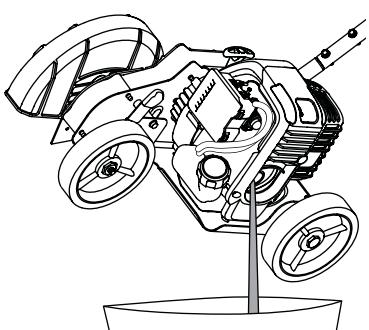

Fig. 20
3. Versez l'huile de l'orifice de remplissage dans un récipient en inclinant l'appareil à la verticale (Fig. 20). Allouez assez de temps pour une vidange complète.